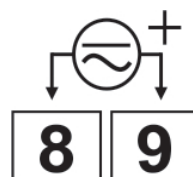

Figura 13 – Modelo 24 Vdc/ac
- **0-20 mA y 4-20 mA:** La Figura 13 muestra cómo realizar las conexiones para las señales de corriente.